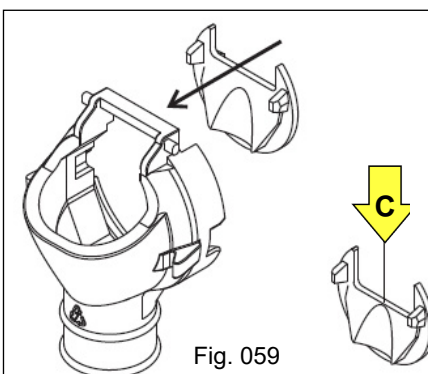

Fig. 059
a) Nunca opere sem a tampa transversal "C" (Fig. 059), a qual tem a função de anular o efeito pulsante da mola e também de controlar a dosagem.
b) Em casos de alta umidade do adubo, ocasionada por chuva ou outros fatores, em que o adubo fica em estado pastoso, deve-se retirar a tampa transversal "C" (Fig. 059) e movimentar a plantadora por aproximadamente 50 metros para que o adubo empastado saia totalmente do dosador, desobstruindo e limpando a rosca sem fim.
Após este procedimento, recolocar novamente a tampa "C" (Fig. 059).